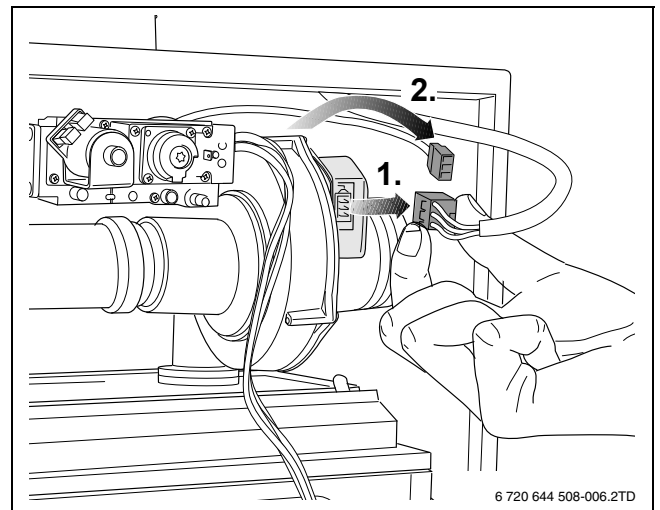

Fig. 6
- ▶ 拔下风机上的电源线 (→ 图 6, [1], 第 43 页)。
- ▶ 拔下风机上的测速电缆插头 (→ 图 6, [2], 第 43 页)。按压即可松开插头上的卡扣。